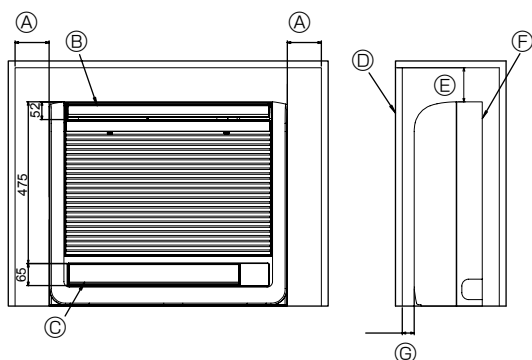

Fig. 6-1
6.1. Empotrado de la unidad interior en una pared (Fig. 6-1)